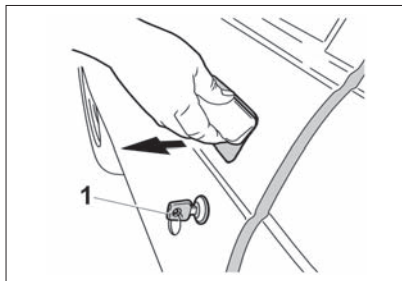

Рис. 4. Открывание двери
Передние двери блокируются: снаружи – поворотом ключа 1 (рис. 4, 5) или нажатием кнопки блокировки  на пульте дистанционного управления; изнутри – нажатием на
- снаружи – за ручку в направлении стрелки (рис. 4, 5);